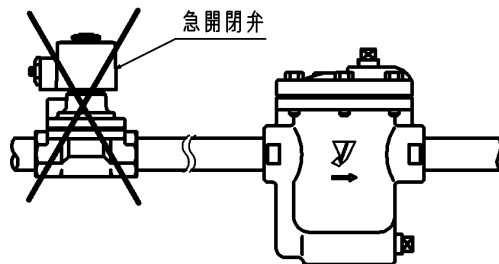

図3
- (9) ウォーターハンマーを発生させないようにトラップの前後には急開閉弁などの使用は避けてください。(図3参照)